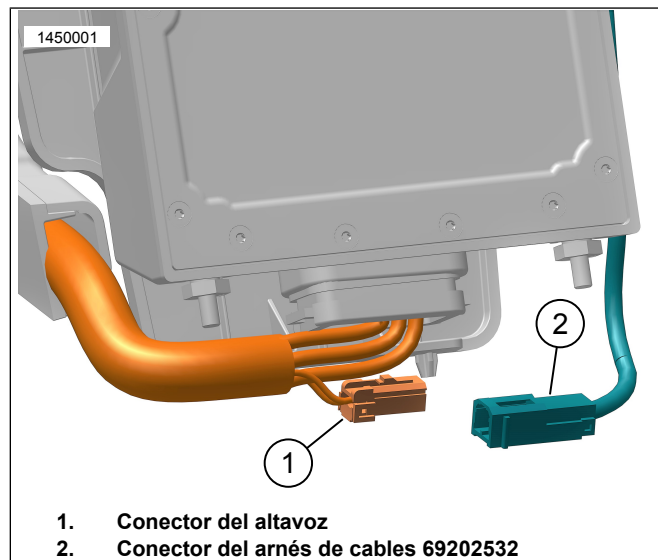

Figura 7. Conexión del altavoz de la alforja izquierda (igual a la de la derecha)
- b. Figura 7 Enchufe el conector del arnés de cables (2) en el conector del altavoz (1).